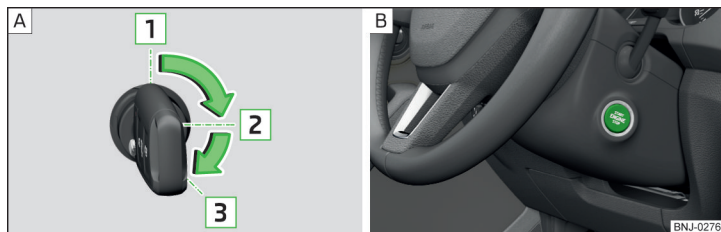

Fig. 192 Pozițiile cheii autovehiculului în butucul de contact/butonul de pornire
Pozițiile cheii autovehiculului în butucul de contact » fig. 192 - [A]
» Apăsați butonul » fig. 192 - [B], contactul se cuplează/decuplează.
- » La autovehicule cu **butuc de contact**, rotiți cheia în poziția 3 » fig. 192 la pagina 166 - [A], are loc procedura de pornire. Apoi eliberați cheia, motorul pornește automat.
- » La autovehiculele cu **buton de pornire**, apăsați scurt butonul » fig. 192 la pagina 166 - [B], motorul pornește automat.
- » La autovehicule cu **butuc de contact**, rotiți cheia în poziția 1 » fig. 192 la pagina 166 - [A].
- » La autovehiculele cu **buton de pornire**, apăsați butonul » fig. 192 la pagina 166 - [B], motorul este oprit simultan cu decuplarea contactului.
- » Mențineți apăsat butonul » fig. 192 la pagina 166 - [B] sau apăsați-l de două ori în interval de 1 secundă.